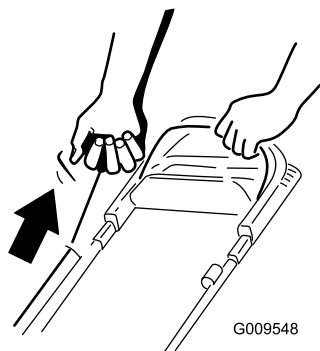

Figure 18
2. Tirez sur la poignée du lanceur (Figure 18).
**Remarque:** Tirez la poignée du lanceur lentement jusqu'à ce que vous sentiez une résistance, puis tirez vigoureusement (Figure 18). Laissez le lanceur se rétracter lentement jusqu'à la poignée.